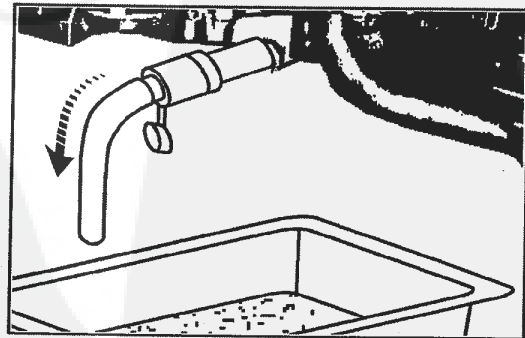

Fig. 24
1. Placer un récipient plat de 2 litres sous le robinet de vidange (Fig. 24). Note: il peut être nécessaire de soulever le côté gauche du tracteur (avec des cales sous les roues de gauche) pour avoir un bon écoulement.